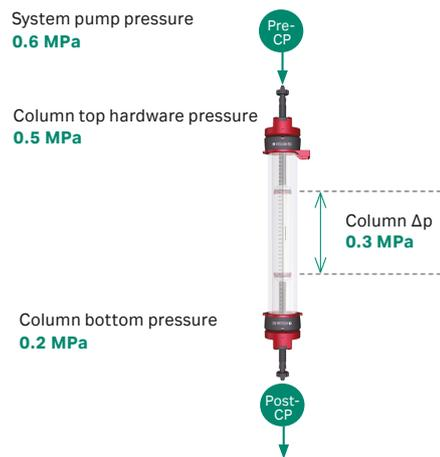

图 3. 为了提高操作安全性，五柱位阀能够在运行过程中连续测量层析柱前压力 (Pre-CP) 和层析柱后压力 (Post-CP)。柱床填料的压差 (Δp) 由两个压力值计算得出。
- **压力传感器**：内置在五柱位阀中，保护层析柱和填料避免超压。第一个传感器测量层析柱前的压力，保护层析柱硬件；第二个传感器测量层析柱后的压力，并计算填料柱床的压力差 (Δp)（图 3）。如果其中一个压力超过预设限值，运行将暂停。或者用户也可以激活压力流速调节功能，当压力超过预设限值时，系统会自动降低流速。另外两个压力传感器也连接到系统泵和样品泵，用来保护连接的层析柱和仪器硬件。